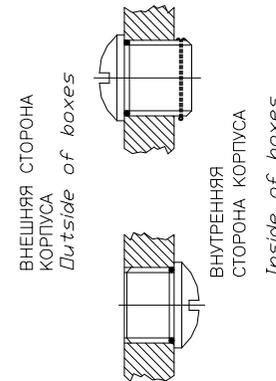

Рис. 3
- ⇒ Неиспользуемые отверстия коробок должны быть закрыты коническими или цилиндрическими заглушками так, чтобы сохранялись характеристики герметичности при взрыве коробки. Их демонтаж должен быть возможен только с помощью специальных инструментов (см. РИС. 3).
- ⇒ Any unused holes in the enclosure must be closed with conical or cylindrical plugs in such way that anti-explosion seal characteristics of the enclosure are preserved. These plugs must only be removed with special tools (see FIG.3).